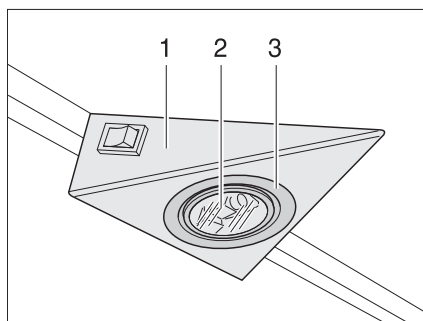

Fig. 175 Lampe halogène encastrée
La lampe halogène est encastrée dans un boîtier (Fig. 175,1).
- Desserrer la bague de recouvrement intérieure (Fig. 175,3) du boîtier avec un tournevis.
- Retirer l'ampoule halogène (Fig. 175,2).